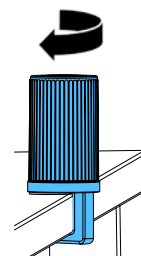

Abb. 4
- ⇒ Den Sockel mit Universalzwinge auf der Rückseite oder seitlich an dem Arbeitstisch montieren (Abb. 4).